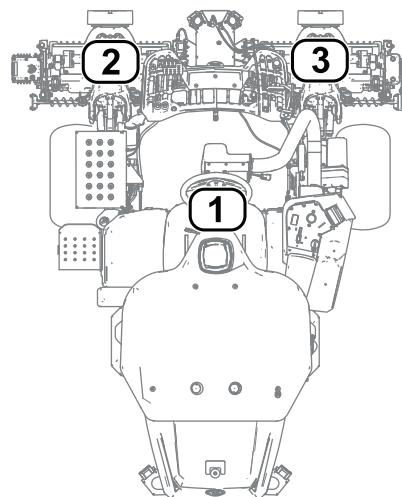

Figura 27
- 1 se refiere a la unidad de corte central (Figura 27)
- 2 se refiere a la unidad de corte delantera izquierda (Figura 27)
- 3 se refiere a la unidad de corte delantera derecha (Figura 27)